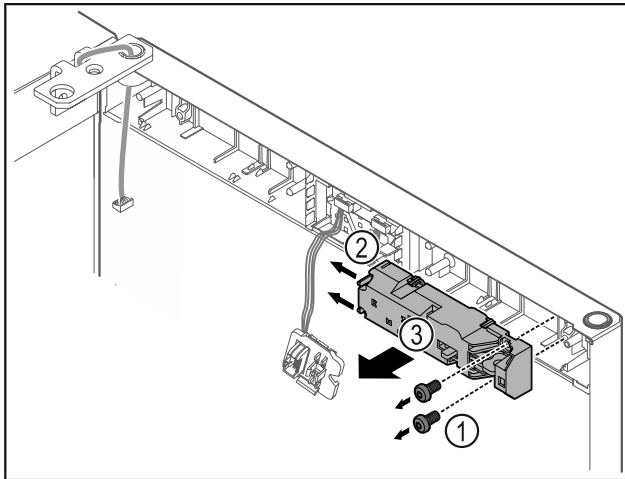

Fig. 20
- ▶ Retirar los tornillos Fig. 20 (1).
- ▶ Presionar hacia un lado las lengüetas de retención Fig. 20 (2) y retirar el cierre a distancia Fig. 20 (3).